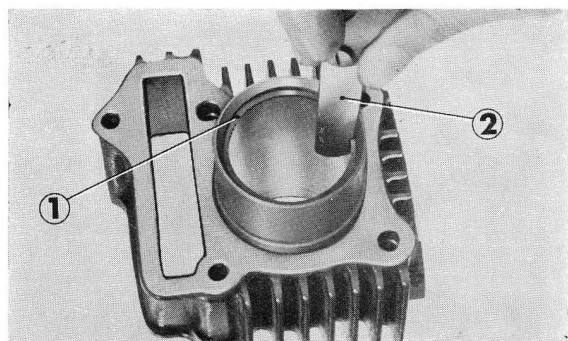

Figure 2-30 : ① segment ② jauge d'épaisseur
7. Ouverture des segments ; introduire chaque segment bien d'aplomb dans le cylindre, et mesurer leur ouverture au moyen d'une jauge d'épaisseur (figure 2-30).